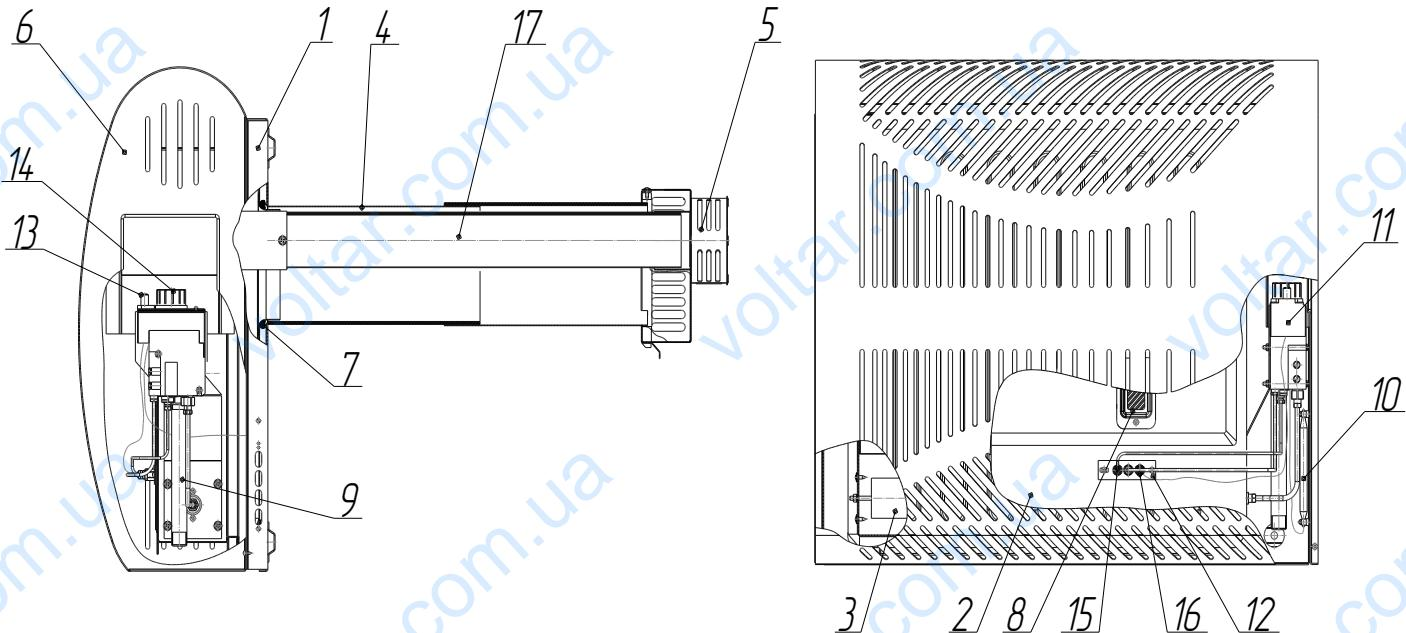
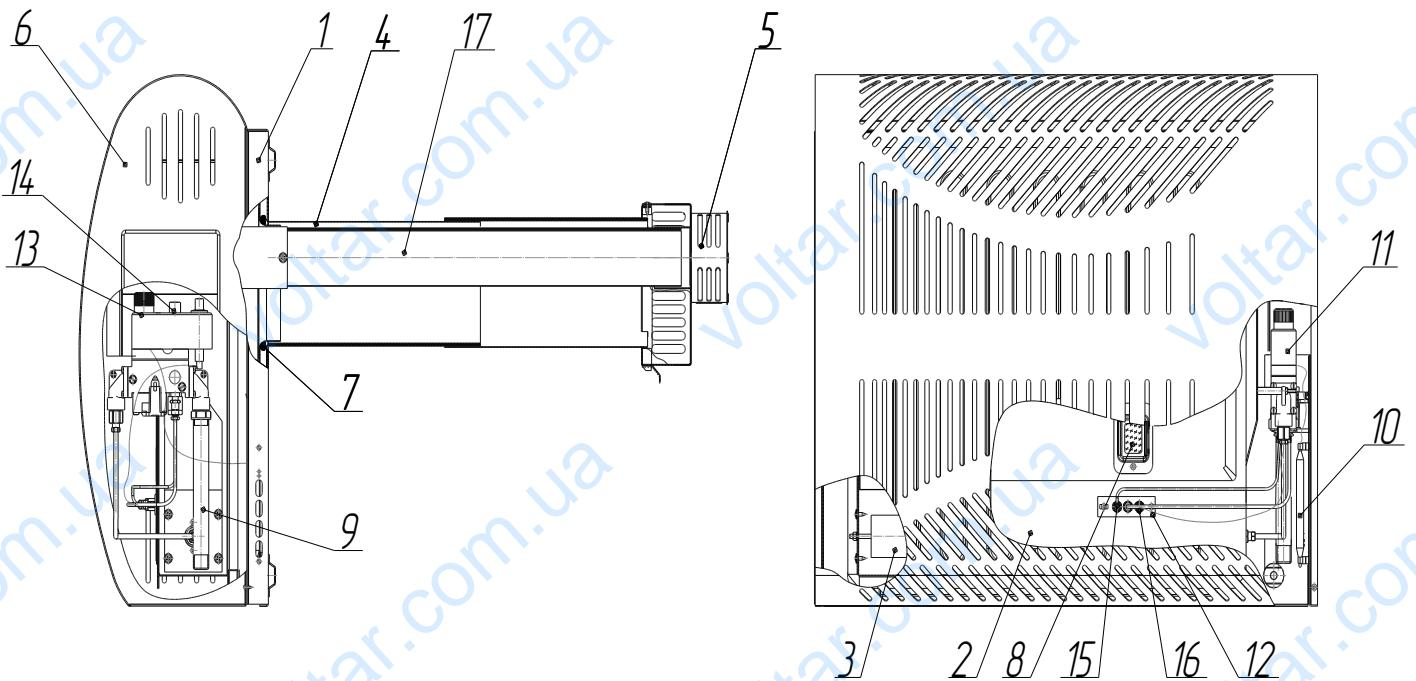

Рисунок 1.
Рисунок 2.
Аппарат состоит из следующих основных частей (Рис.1;2): корпуса -1, стального теплообменника - 2, горелки основной - 3, воздуховода - 4, защитной решетки - 5, декоративного кожуха - 6, газовой автоматики. В конвекторе может быть установлена одна из газовых автоматик: „SIT” (Рис.1), или „MP” (Рис.2).
Автоматика состоит из газового клапана - 11 с терморегулятором - 14 и пьезозажигалкой - 13; запальника - 12 с термопарой -15 и электродом -16. Автоматика является главным регулирующим и защитным элементом, который позволяет регулировать температуру в помещении в диапазоне 13÷38°C (шкала 1-7 на кнопке терmostата (см. Рис.1а ; 2а). Воспламеняющая горелка - 12 зажигается с помощью пьезозажигалки - 13 прикрепленной к газовому клапану.
Рисунок 1а.
Рисунок 2а.
6.4.1 Включение аппарата в работу з газовым клапаном «630 EUROSIT» (Рис. 1):
- убедитесь, что аппарат выключен - точка белого цвета на ручке 2 (см. Рис. 1а) совмещена со знаком „звездочка” на панели;
6.4.2 Включение аппарата в работу с газовым клапаном «MP» (Рис. 2):
- убедитесь, что котел выключен - треугольник на панели совмещен со знаком „N” на ручке 2 (Рис. 2а);